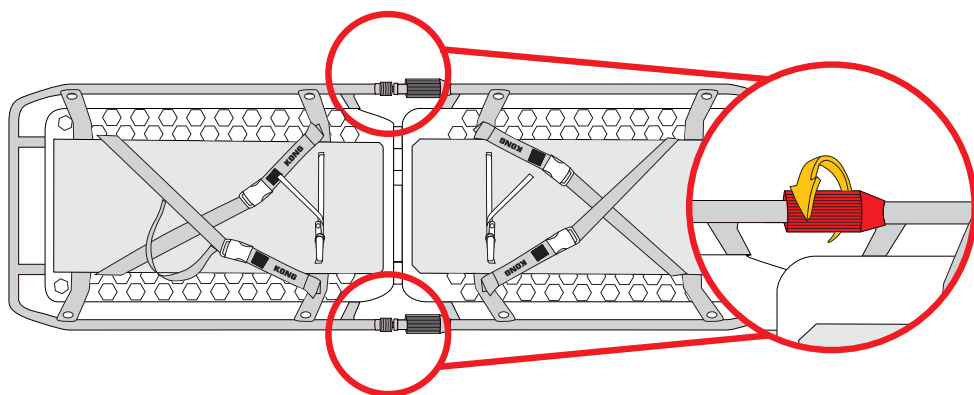

Fig.8
c) avvitare completamente le due ghiera (fig. 8).